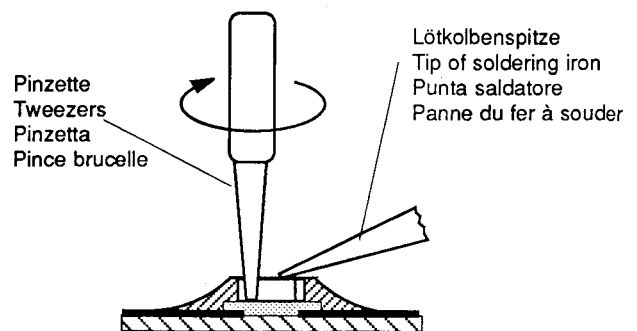

Fig. 2
2. Schritt: CHIP-Enden, bzw. das komplette CHIP-Bauteil erwärmen. CHIP von der Klebung ohne Kraftaufwand abdrehen, damit unter dem CHIP liegende Leiterbahnen nicht abgerissen werden (Fig. 2).
2. step: Warm up the ends of the CHIP or the whole CHIP component and remove the CHIP from the adhesive by turning it without application of force so that the tracks beneath the CHIP do not break (Fig. 2).
2. Chauffer légèrement les contacts externes du composant CMS ou le composant lui-même. Retirer ce dernier avec précaution en le tournant afin d'éviter un arrachement des circuits imprimés situés sous le composant (Fig. 2).
2. Riscaldare le superfici di contatto del CHIP risp. te tutto il CHIP e staccarlo con cautela. Attenzione a non esercitare forza per non danneggiare le piste sottostanti (Fig. 2).
2. Calentar los extremos o todo el CHIP y girarlo con las pinzas. No hacer fuerza para que la placa de circuito impreso no resulte dañada. Cuidar de que las pistas situadas debajo del CHIP no se suelten de la placa, ya que éstas también están pegadas (Fig. 2).